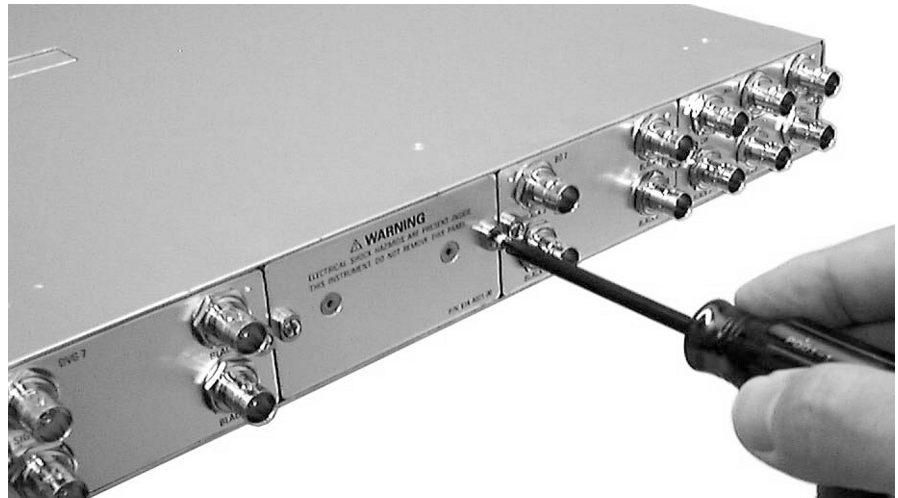

図2：ブランク・パネルの取り外し
3. インストールしたいスロットに取り付けられているブランク・パネルを外します（図 2 参照）。プラス・ドライバを使用して左右 2 本のネジを完全に緩めてから、手前に引いてください。